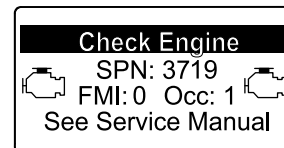

Figura 36
- Se è necessaria una rigenerazione di recupero, viene visualizzata un'avvertenza motore nell'InfoCenter SPN 3719, FMI 16 (Figura 36) e il computer riduce la potenza del motore all'85%.